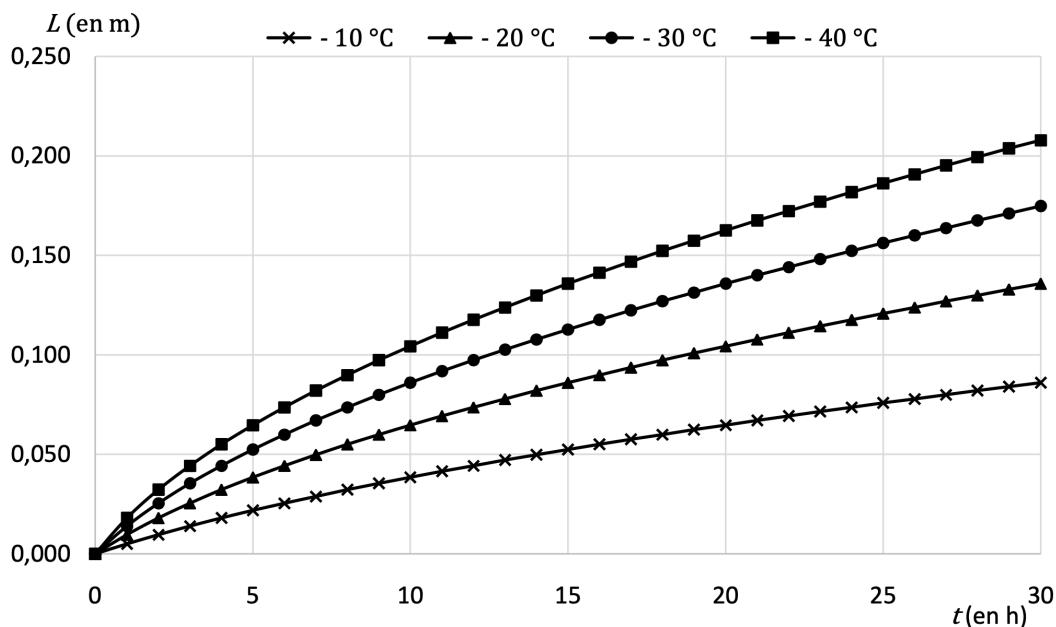

Fig. 1.3 – Simulation graphique représentant l'épaisseur de la couche de glace L en fonction du temps t pour différentes températures T_A de l'air
9. On admet que l'épaisseur de la couche de glace en fonction du temps est représentée par la simulation graphique en figure 1.3. Au bout de 20 heures, les joueurs de hockey peuvent-ils considérer que la glace est suffisamment solide pour pouvoir jouer dessus ?
10. En utilisant la figure 1.3, commenter puis expliquer l'évolution de la vitesse de formation de la glace pour une même température de l'air T_A , puis pour différentes températures de l'air T_A .
11. De quelle autre grandeur, encore non citée jusqu'à présent, a-t-on eu besoin pour résoudre numériquement le problème et proposer la simulation en figure 1.3 ? Donner sa définition et préciser l'unité.